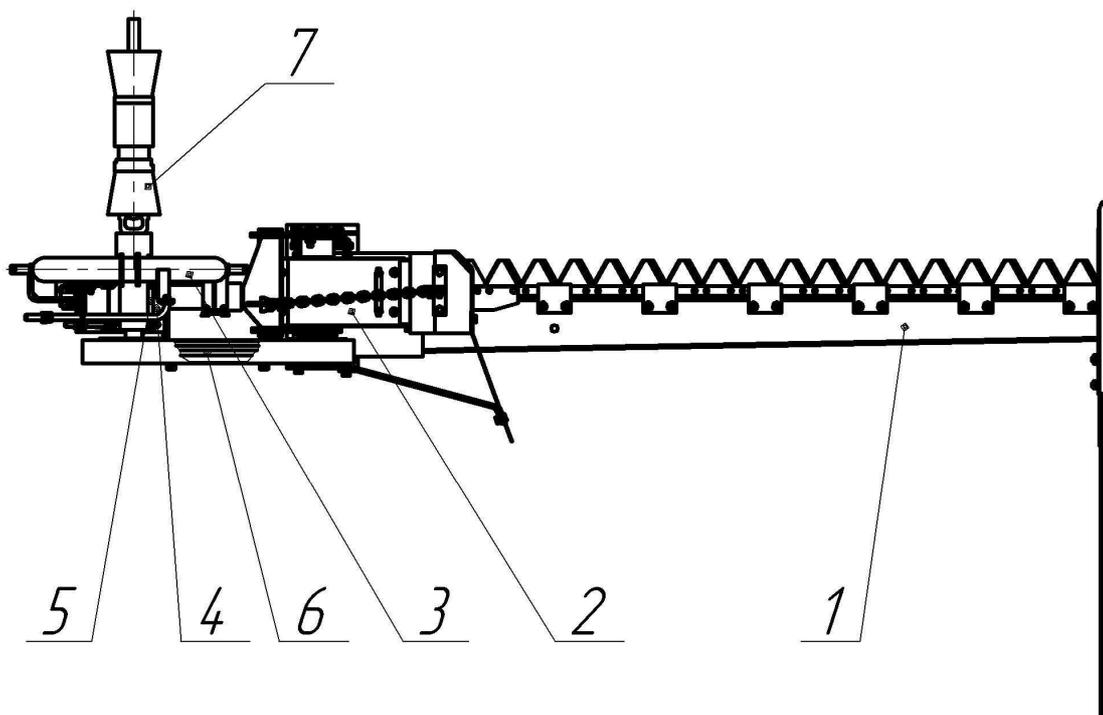

Рисунок 1
5.1 Режущий аппарат 1 (рисунок 1) выполнен в виде беспальцевого двухножевого бруса, на котором закреплены две полевые доски, внешний и внутренний башмаки, а также прижимы ножей.